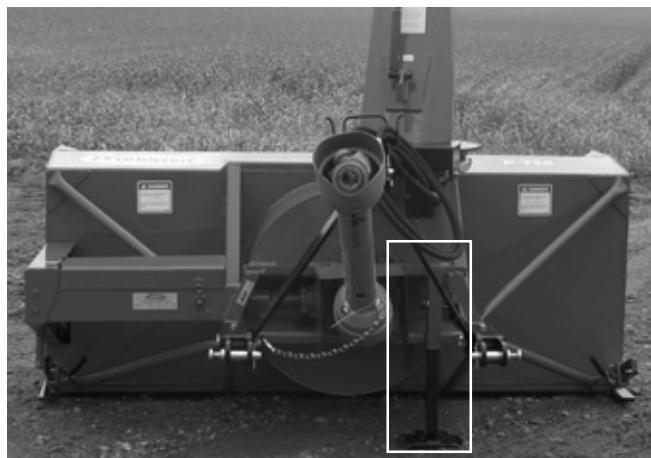

Figure 27
- 6) Après avoir installé la souffleuse sur le tracteur, relever la bâquille de soutien (Fig. 27).